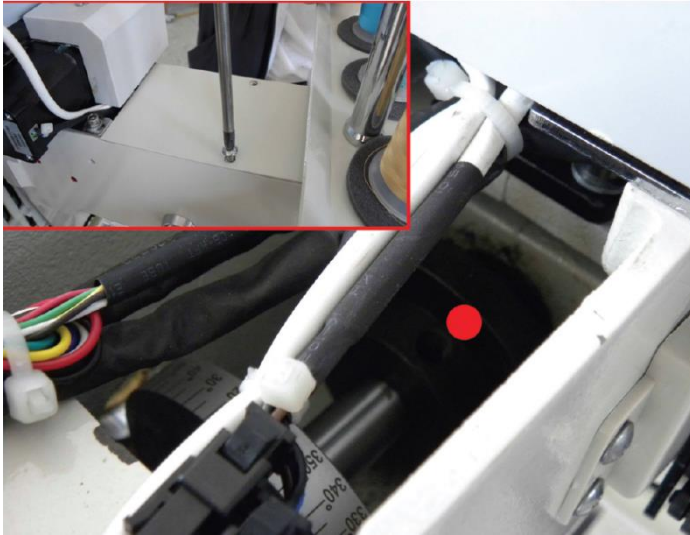

Figure 88 Oil Hook Shaft Gear
- a. Hook Shaft Gear (Fig. 88).